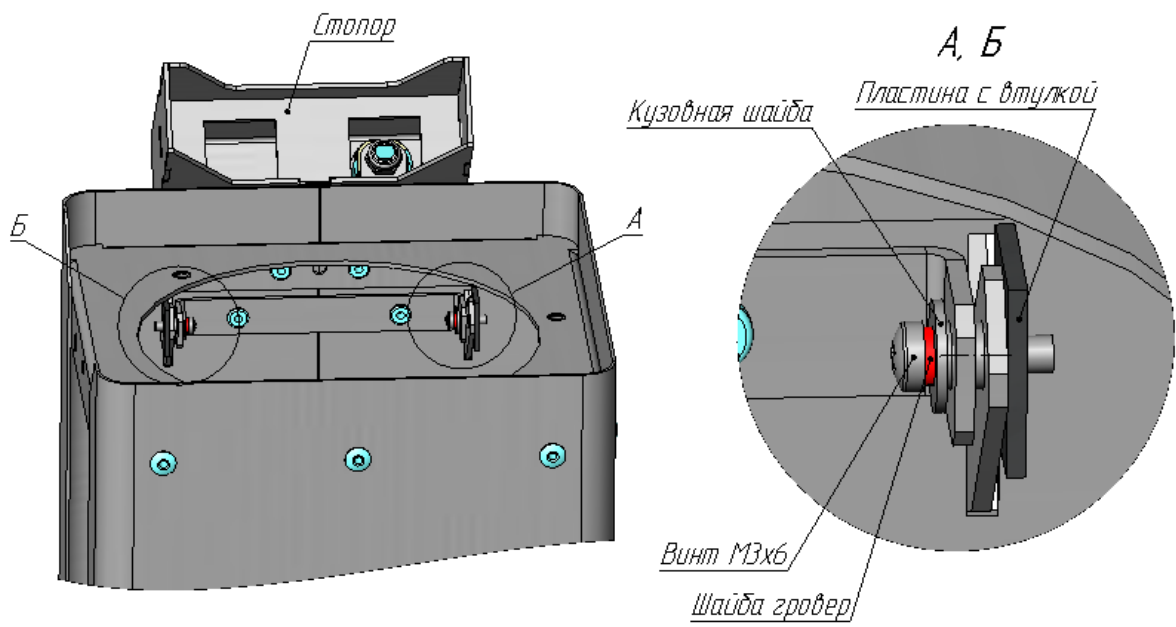

Рисунок 15
10.2 Выкручиваем винты М3х6 с двух сторон, снимаем шайбы, пластины с втулками и вынимаем стопор (см. рис.15).